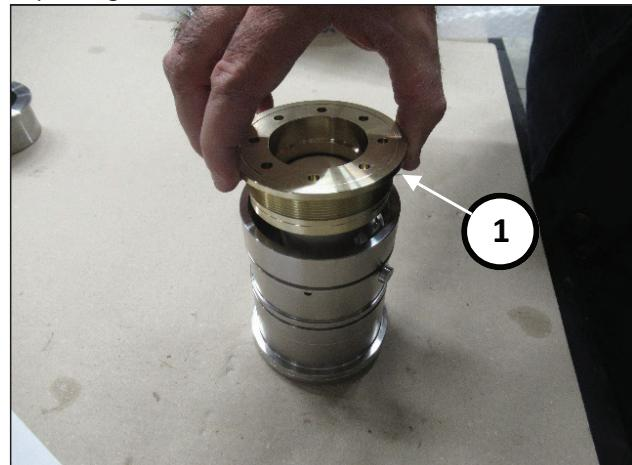
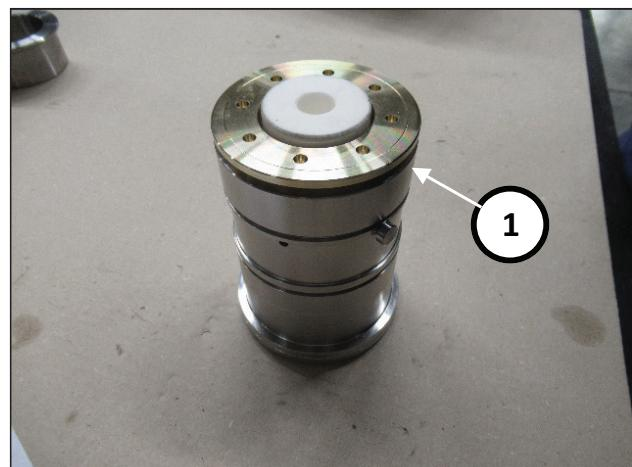

Fig. 186
Fig. 187
Retirer le tampon intérieur et la bague extérieure de l'outil n° 27945400 et visser à fond le support de joint complet avec le joint basse pression et le joint torique (rep. ①, Fig. 186) (rep. ①, Fig. 187)